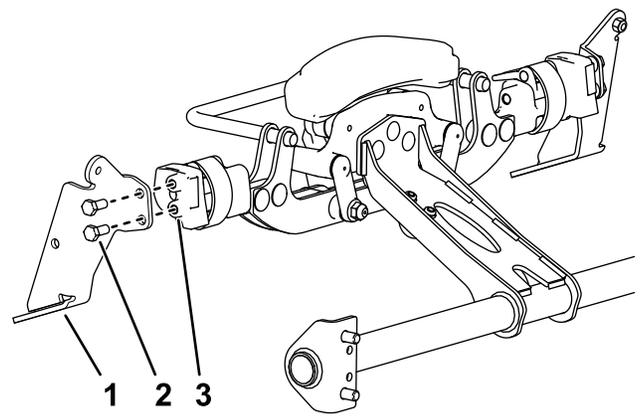

Figure 4
2. Fixez un support de brosse de chaque côté de l'unité de coupe à l'aide de 2 boulons (5/16" x 3/4"), comme montré à la Figure 4.